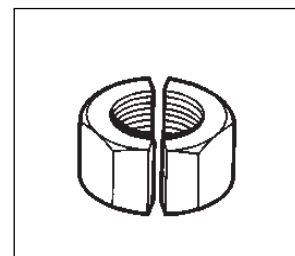

Fig. 10,
12. Au besoin, une deuxième coupe peut être effectuée, à 180° de la première, pour couper complètement l'écrou en deux. Voir figure 10.